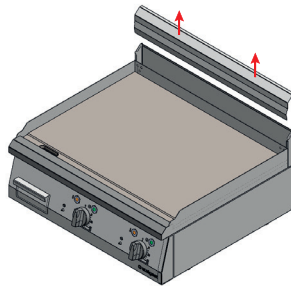

Figure 11. Démontage de l'écran de la cheminée.
- Otez la protection de la cheminée de la plaque barbecue en la tirant vers le haut à deux mains, d'un coup sec (Fig. 11). Gardez la protection enlevée en vue de son éventuelle réutilisation le cas échéant.